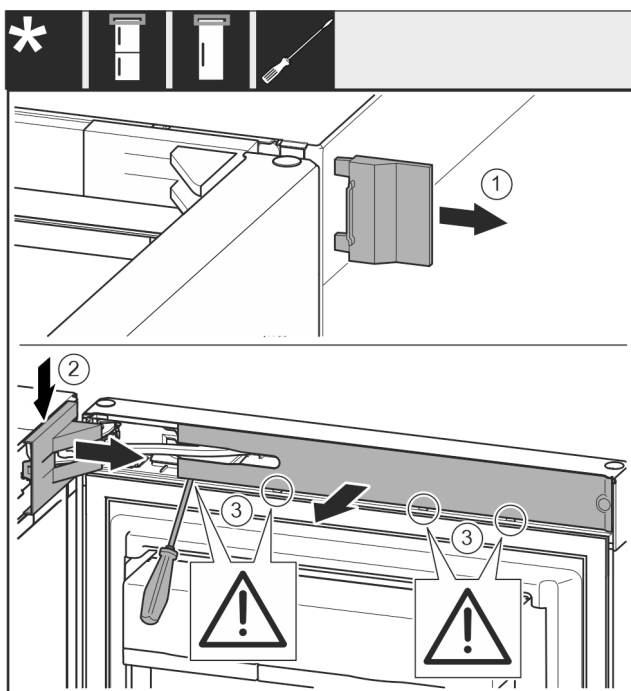

Fig. 8
► Äußere Abdeckung abnehmen. Fig. 8 (1)
► Lagerbockabdeckung ausrasten und lösen. Lagerbockabdeckung abnehmen. Fig. 8 (2)
► Blende mit Schlitzschraubendreher ausrasten und zur Seite schwenken. Fig. 8 (3)